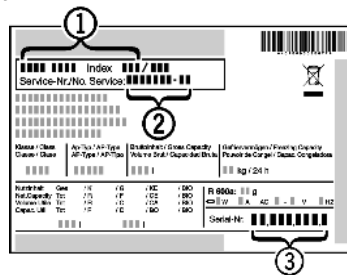

Fig. 33
- ▶ Ierīces nosaukumu Fig. 33 (1), servisa Nr. Fig. 33 (2) un sērījas Nr. Fig. 33 (3) nolasiet datu plāksnītē. Datu plāksnīte atrodas ierīces iekšpusē pa kreisi.